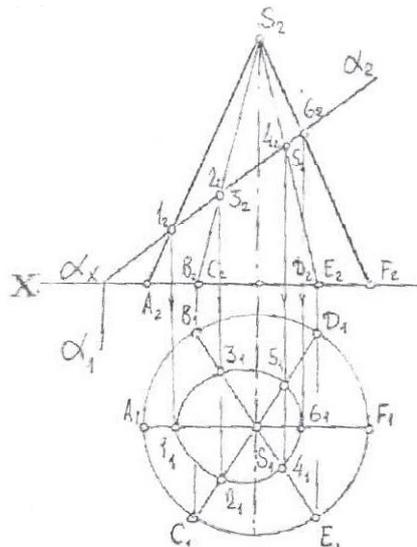

Рис. 9
**Пересечение конуса плоскостью частного положения.** Разберём построение линии пересечения, образованной фронтальнопроецирующей плоскостью. Рассмотрим сначала самый простой способ (рис.9). Прежде всего следует построить ряд образующих, т.е. их фронтальную и горизонтальную проекции. Затем отметим точки пересечения фронтального следа плоскости с фронтальными проекциями образующих. Горизонтальные проекции этих точек будут лежать на пересечении линии связи с горизонтальной проекцией образующей.